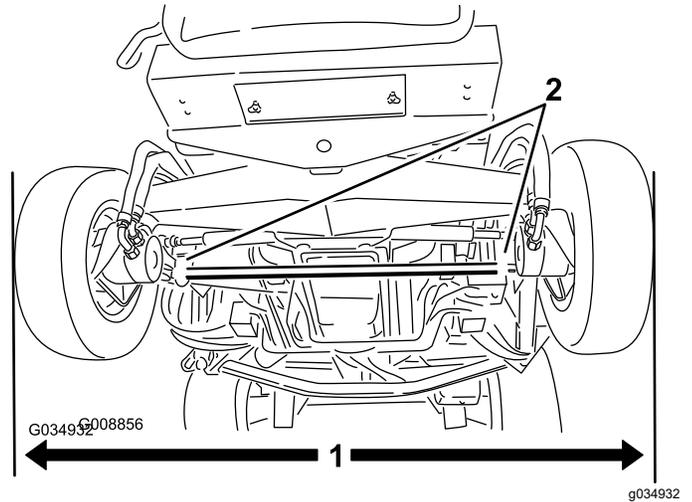

Bild 117
1. Wenn die Hinterreifen gerade stehen, messen Sie den Außenabstand (auf Achshöhe) vorne und hinten an den Hinterreifen (**Bild 117**).
2. Lockern Sie zum Einstellen der Vorspur die Klemmen an beiden Enden der Spurstangen (**Bild 117**).